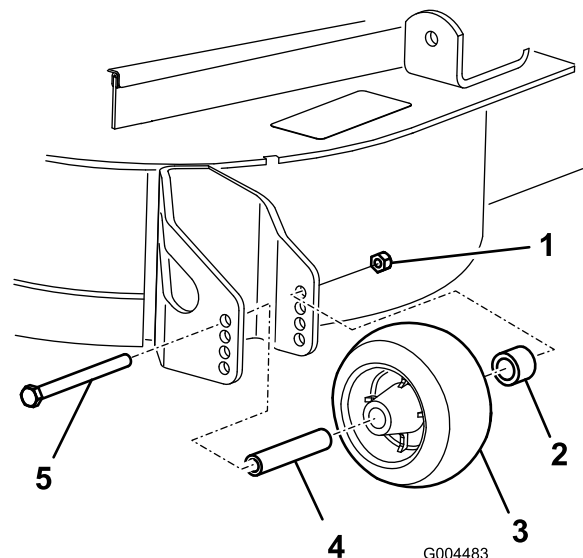

Figura 10
3. Después de ajustar la altura de corte, ajuste los rodillos retirando la tuerca con arandela prensada, el casquillo, el espaciador y el perno (Figura 10).
5. Instale la tuerca con arandela prensada, el casquillo, el espaciador y el perno. Apriete a entre 54 y 61 N·m (Figura 10).